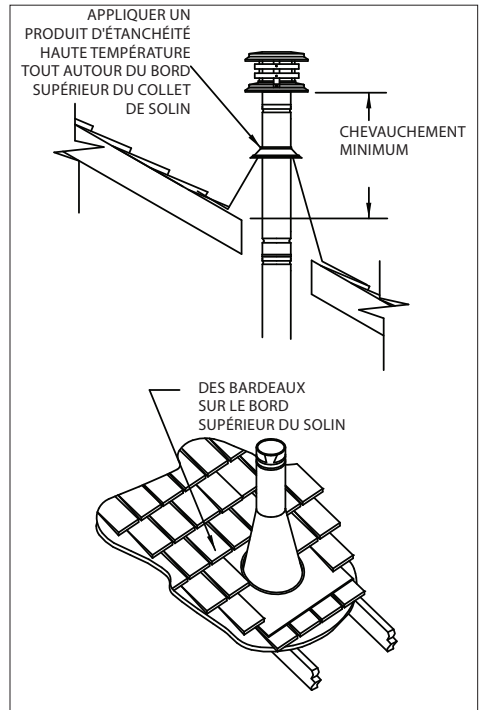

Figure 2
**G.** Découper un trou rond ou carré dans le toit en utilisant la même méthode que 2.(B) après avoir déterminé l'emplacement du trou. Toujours percer le trou en tenant compte du dégagement approprié sur les côtés du solin sous les matériaux de recouvrement du toit et le clouer au toit le long du bord supérieur. Ne pas clouer le long du bord inférieur. Sceller toutes les têtes des clous avec un produit d'étanchéité non durcissant.
**H.** Pour terminer, appliquer un produit d'étanchéité RTV de haute température non durcissant et étanche à l'endroit où la mitre rencontre le tuyau et le solin; faire glisser la mitre vers le bas jusqu'à ce qu'elle accote sur le solin, mettre le chapeau et tourner pour verrouiller (**Figure 2**).
**11.** Glisser le solin autour de la section de tuyau sortant du toit. Fixer la base au toit avec des clous à toiture (voir la Figure 2). Veiller à ce que le matériau de revêtement du toit recouvre le bord supérieur du solin (voir la Figure 2).